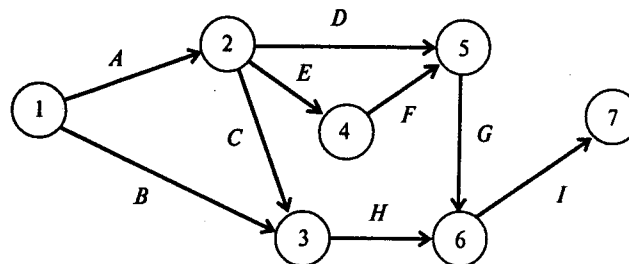

Рис.3
*Решение.* Для того чтобы определить срок выполнения проекта, достаточно найти длину критического пути. Для этого построим графическое представление проекта (рис. 3).